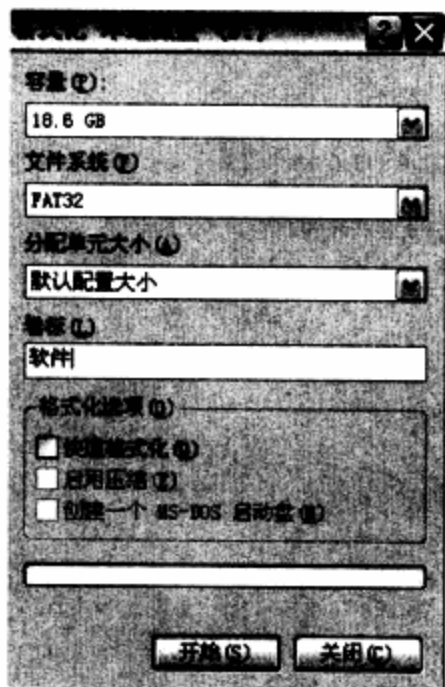

图4-78 “格式化 本地磁盘 (D:)”对话框
**步骤 02** 打开“格式化本地磁盘 (D:)”对话框，可以在对话框中设置格式化时采用的文件系统、分配单元大小和分区的卷标等，单击“开始”按钮。如图4-78所示。